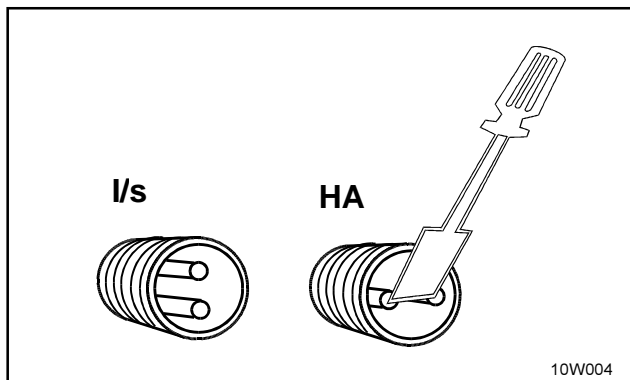

Fig. 7.1
- ☐ Pontez les deux fiches d'alimentation en utilisant un petit tournevis (voir fig. 7.1).